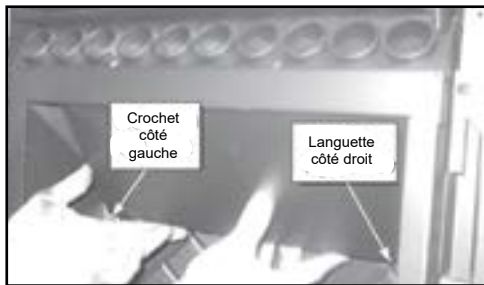

Figure 26.1
2. Le haut déflecteur a un crochet sur le côté gauche du bas qui repose sur le rebord supérieur de la fonte de la brique. Il y a un onglet sur le côté inférieur droit que les crochets sur le côté du support. Retirer le bouchon déflecteur en premier tirant sur le déflecteur vers l'avant jusqu'à l'arrière de bord s'abaisse. Puis faites glisser le déflecteur arrière jusqu'à ce que le bord avant efface le plateau qu'elle avait été mise au repos (**Figure 26.1, 26.2 et 26.3**).